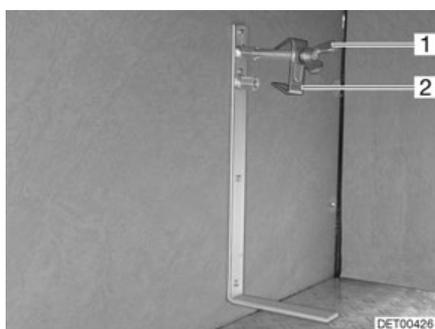

Fig. 199 Etrier de roue de secours
- Desserrer la vis (Fig. 199,1) et l'enlever avec le centrage (Fig. 199,2).